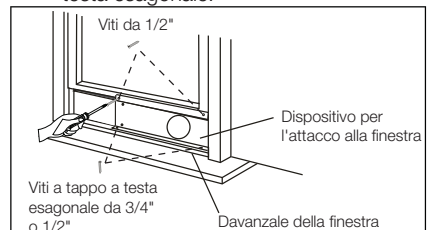

Fig. 15
3. Chiudere saldamente il telaio scorrevole della finestra contro il dispositivo per l'attacco alla finestra. (Fig. 15)
4. Far passare due viti da 1/2" per fissare il dispositivo per l'attacco alla finestra sul telaio della finestra. (Fig. 15)
5. Fissare il dispositivo per l'attacco alla finestra sul davanzale (fig. 15):